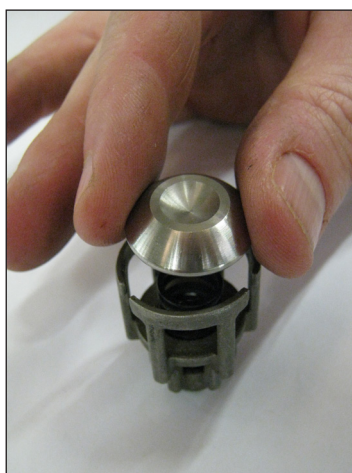
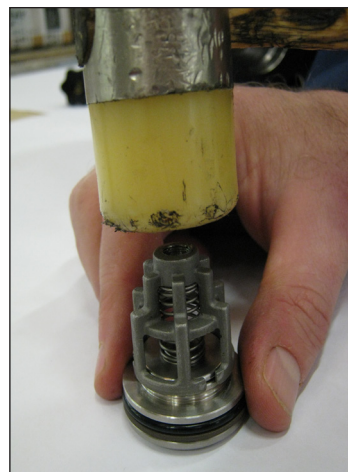

Fig. 24
Fig. 25
- 1 Durante a montagem dos grupos da válvula de aspiração e de fluxo (Fig. 24, Fig. 25), não inverta as molas de aspiração com aquelas de fluxo anteriormente desmontadas:**